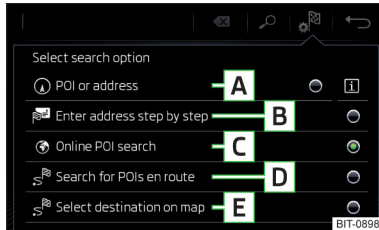

Abb. 219
Funktionsflächen » Abb. 219
- Anschließend die Funktionsfläche eines der Menüpunkte für die Zielsuche **A**, **C** oder **D** antippen » Abb. 219 auf Seite 191.
- Anschließend die Funktionsfläche  → **E** » Abb. 219 auf Seite 191 antippen.